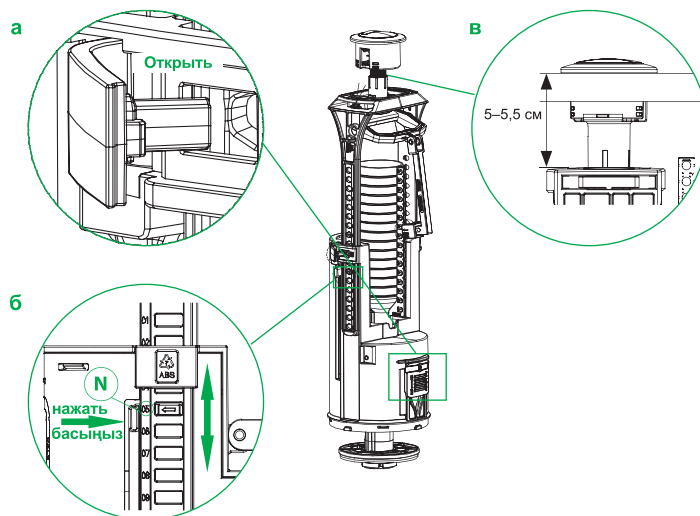
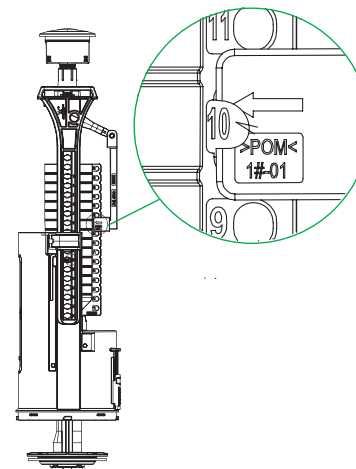

Рис. 10 / 10-сур.
Рис. 11 / 11-сур.
4. Отрегулируйте высоту коромысла (рис. 10б). Необходимо учесть, что верхняя часть платформы коромысла должна располагаться на 5–5,5 см ниже верхней кромки отверстия в крышке бачка (рис. 10в).
6. Отрегулируйте положение тяги (рис.11). Обратите внимание, что количество отверстий на тяге должно соответствовать цифре на коромысле (рис.10б).